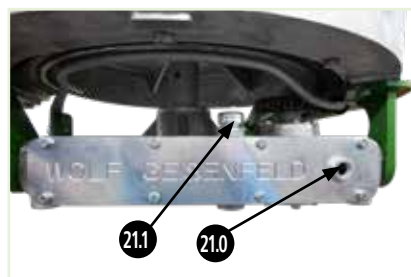

Abb. 8
Arbeitsreihenfolge (Abb. 8):
- Die Profilriemenspannung 20.0 (Abb. 8) kontrollieren, gegebenenfalls nachstellen